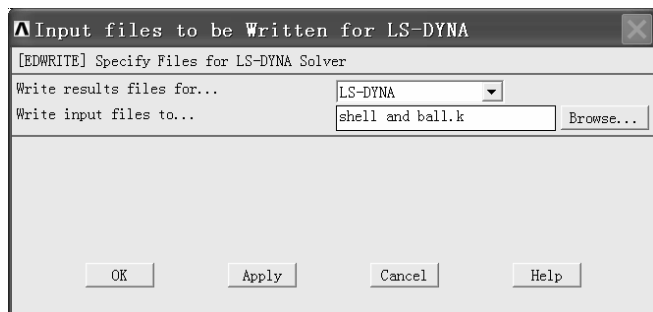

图 4-58 “Input files to be Written for LS-DYNA” 窗口
(3) 在 “Write input files to...” 窗口中 “文件名 (N):” 后的方框中输入 “shell and ball.k”，然后单击 “保存” 按钮，然后再回到 “Input files to be Written for LS-DYNA” 窗口（见图 4-58）。